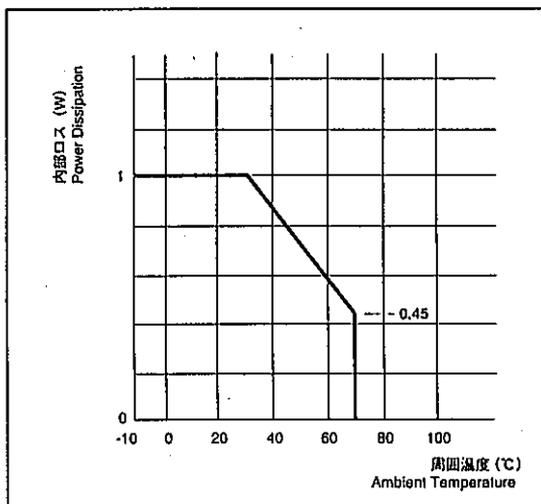

図6. 減定格曲線
- e). 図6に示した「減定格曲線」から、算出した内部ロスにおける本ICの最高周囲温度が決定されます。